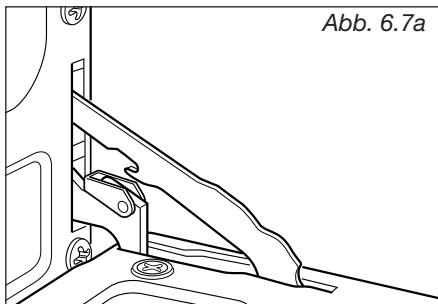

Abb. 6.7a
1. Ofentür öffnen (abb. 6.7Aa).